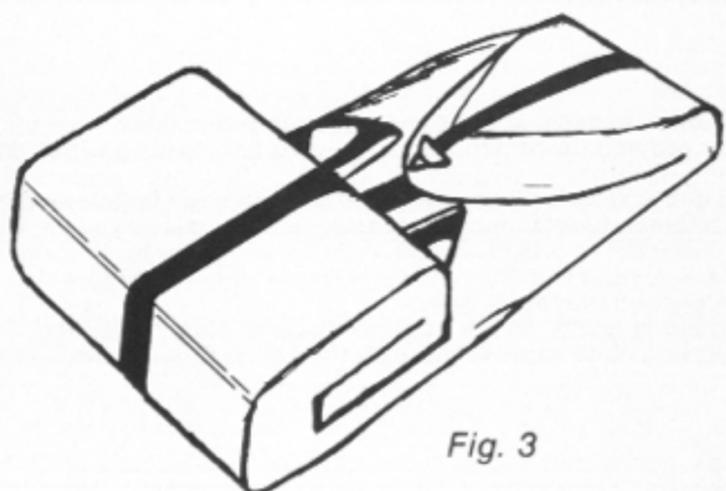

Fig. 3
- Ramener l'avant sur la planche butée (fig.3)